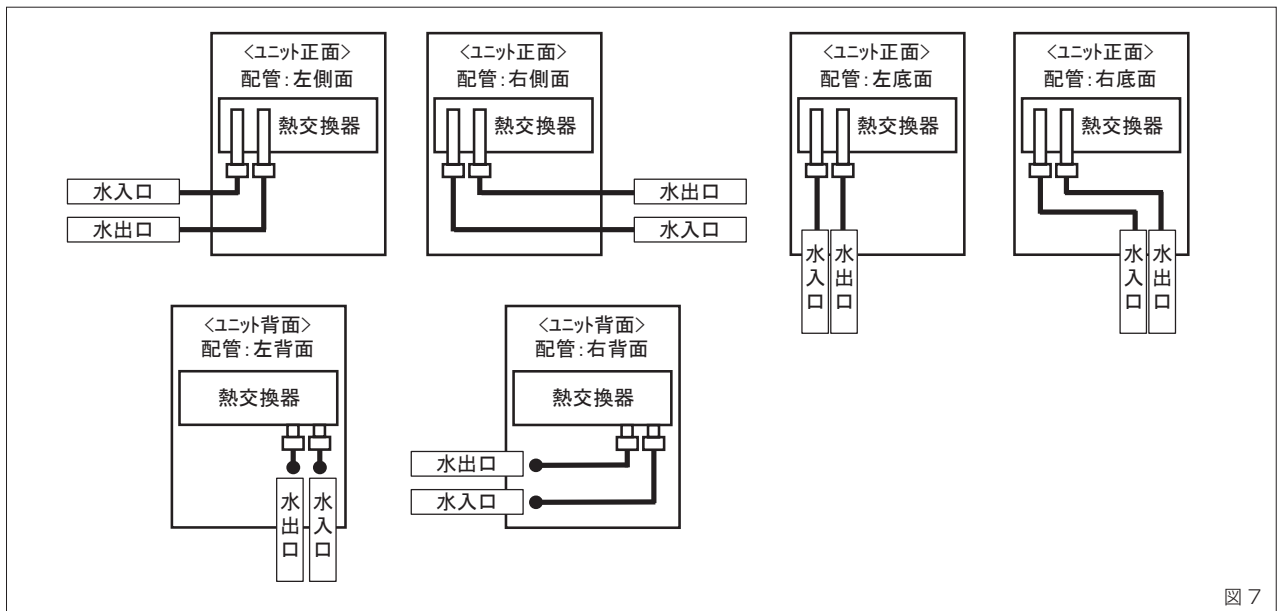

図 7
- ・ 配管方向による冷温水の出入口は図 7・8 をご覧ください。
① LV-30 ~ 100WPE-C2, LV-30-50WPE-R-C2